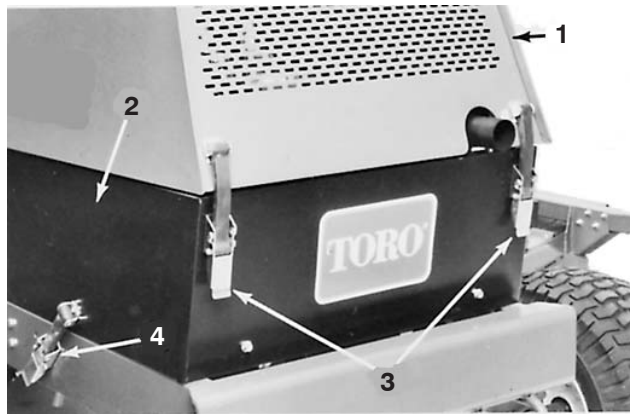

Bild 34
1. Entriegeln Sie die Motorhaube, heben Sie sie an und stützen Sie die geöffnete Haube ab. Entriegeln und nehmen Sie das linke Seitenteil ab (Bild 34). Stellen Sie sicher, dass die Motorhaube sicher in einer der Befestigungshalterungen an der Haube abgestützt ist.
1. Entriegeln Sie die Motorhaube, heben Sie sie an und stützen Sie die geöffnete Haube ab (Bild 34). Stellen Sie sicher, dass die Motorhaube sicher in einer der Befestigungshalterungen an der Haube abgestützt ist. Entriegeln und nehmen Sie beide Seitenteile ab (Bild 34).